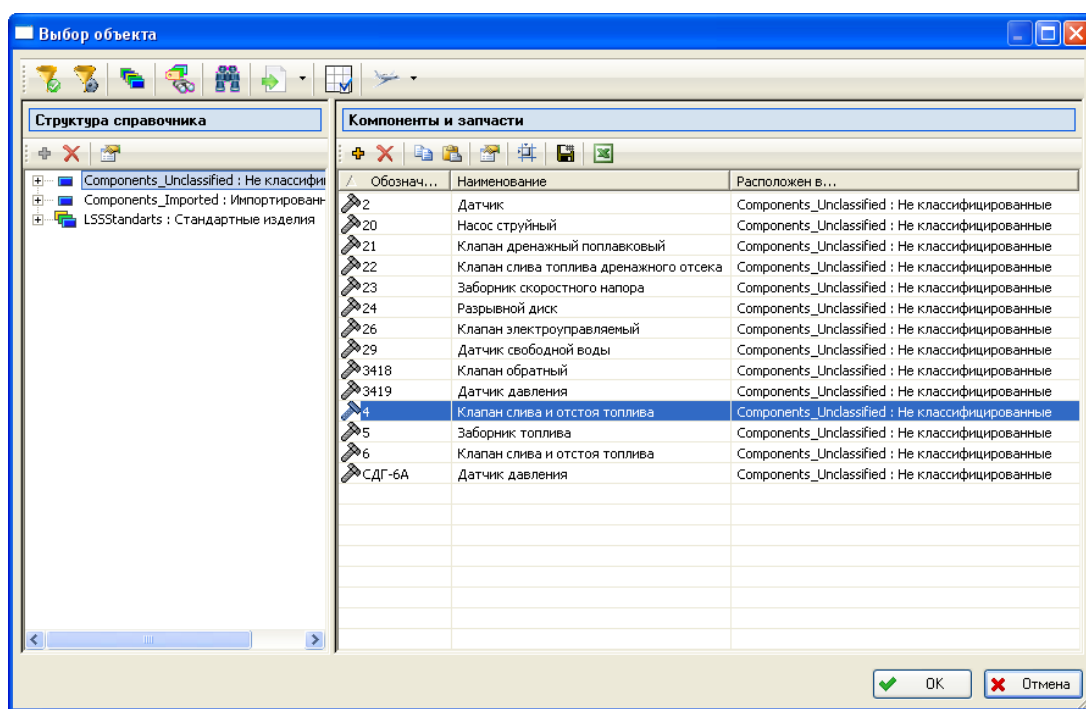

Рис. 4-76
- В появившемся окне **Выбор объекта** выделите нужное изделие и нажмите на кнопку **ОК** (рис. 4-76). Для поиска нужного изделия вы можете воспользоваться функцией поиска.